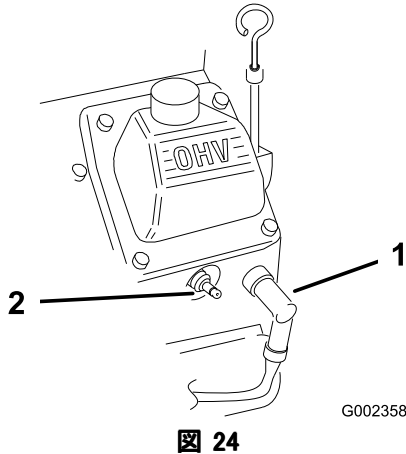

図 24
2. 点火コードを取り外す（図 24）。
3. 点火コードを接続する（図 24）。